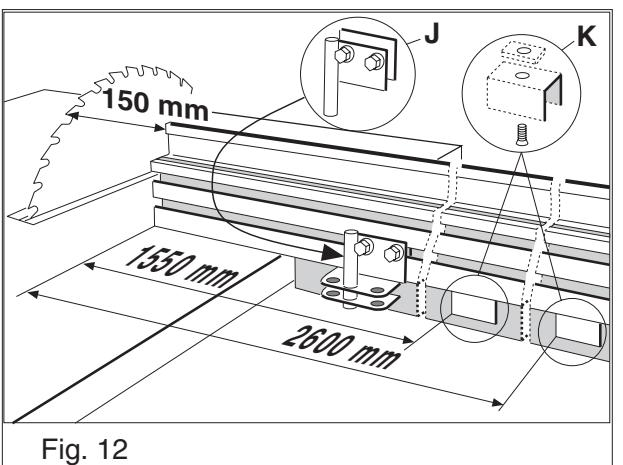

Fig. 12
- Monter to braketter **K** som vist i *fig. 12* ved å skyve mutteren inn i aluminiumsprofilen. Vær nøyne med at brakettene monteres midt i sporet, henholdsvis **1550** og **2600 mm** fra enden nærmest sagen, slik at anholdet ikke bøyes ved montering.
- Monter braketten **J** som vist i *fig. 12* ved å skyve mutteren inn i aluminiumsprofilen. Monter anholdet på det faste rullebordet ved å senke anholdet ned på sidevangen. For at målebåndet skal vise riktig stilles sagbladet i kappstilling **0°**, og avstanden mellom sagbladets tenner og anholdet justeres til **150 mm**. Brakettens skruer trekkes til. Bruk materialstopperen og kontroller at innstillingen er riktig ved å foreta en prøvekapping.